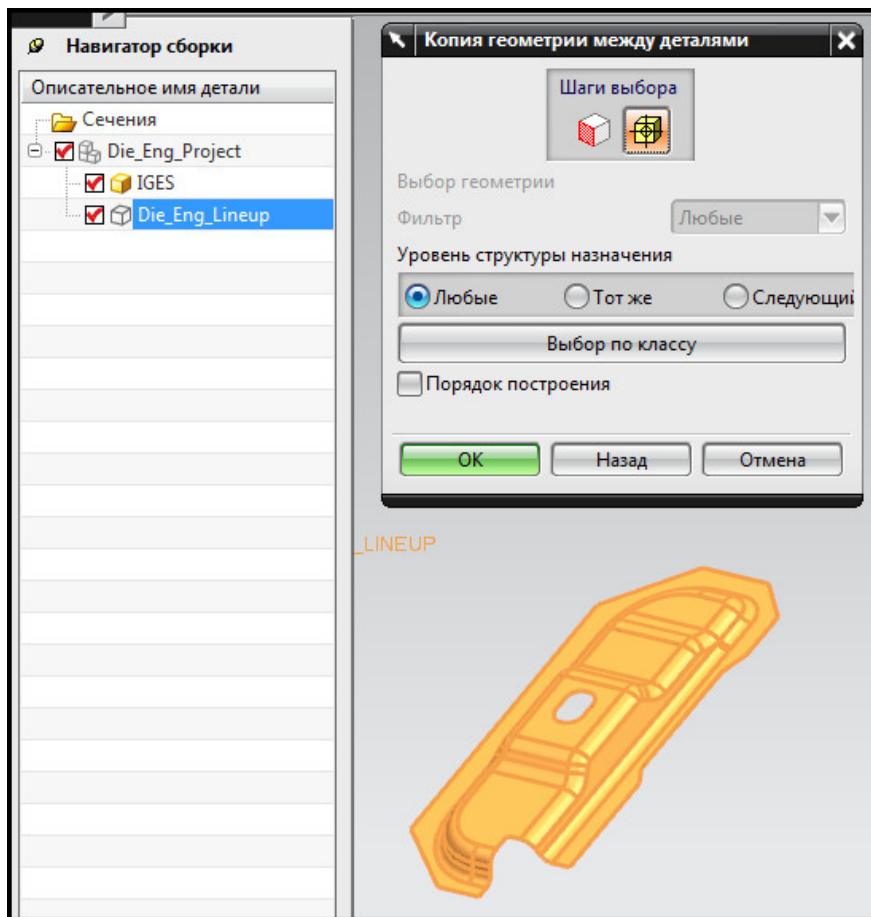

Рис. 7.5. Копирование геометрии
- При выборе шага **Геометрия** укажите в рабочем окне модели детали. Нажмите кнопку **Компоненты** и укажите в **Навигаторе сборки** компонент **Die_Eng_Composition** (рис. 7.5).